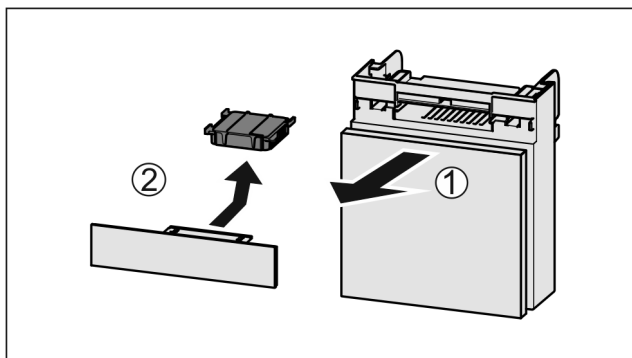

Fig. 197
- ▶ 向前拉出 Fig. 197 (1) 抽屉。
- ▶ 取出 Fig. 197 (2) 活性炭过滤器。